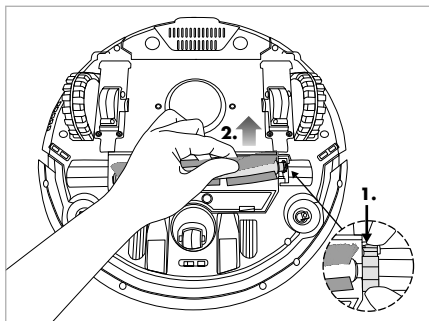
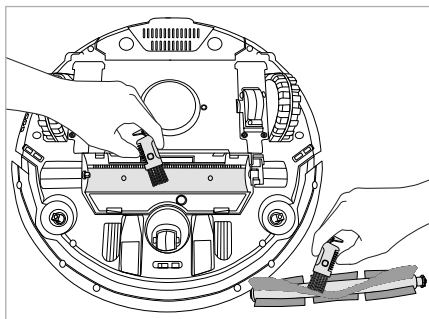

Abb. 16
Abb. 17
2) Entfernen Sie die Bürstenrollenverriegelung **22**. Fassen Sie die Bürstenrolle **31** an der rechten Seite und nehmen Sie sie aus dem Gerät (siehe Abb. 16). Entfernen Sie Haare und Schmutz mit der Reinigungsbürste **11**. Säubern Sie bei Bedarf auch das Bürstenrollenfach (siehe Abb. 17).